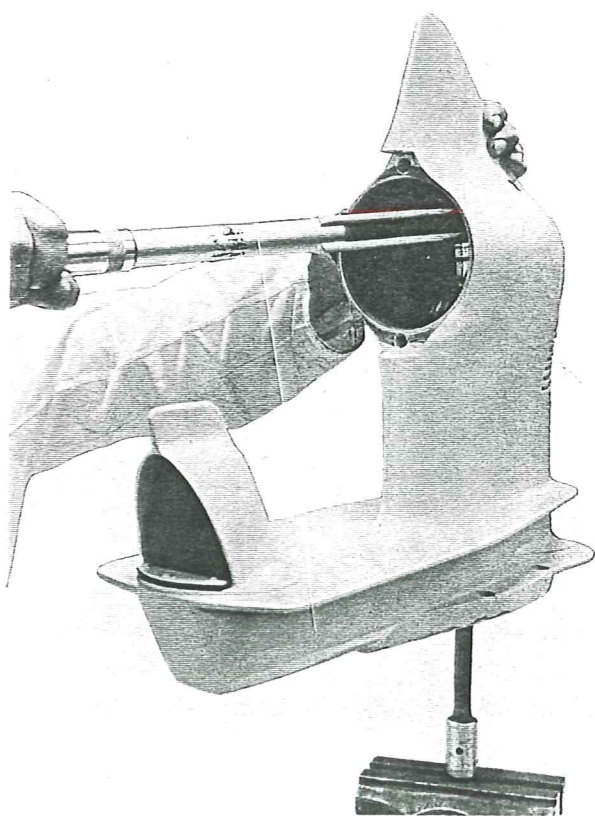

Fig. 40
2. Montera distansring (14), låsbricka (15) och muttern (16) på vertikala drivaxeln. Drag åt muttern och lås med låsbricka (15).
3. Drag muttern (17) som håller drevet på plats med ett moment av 16 kpm (115 lb.ft.) och lås sedan muttern med låsbricka (18). Använd verktyg 884264 i splinesändan som mothåll. Se fig. 40.
4. Placera de båda O-ringarna (29) på propellerlagerhuset (3). Stryk permatex på anliggningsytorna och skruvarna. Montera lagerhuset med axeln i nedre växellådan och drag fast de båda insexskruvarna med 4 kpm.